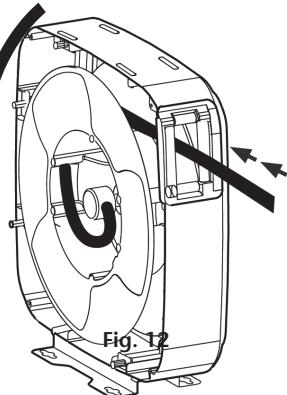

Fig.14
3. Gently pull the hose, it will be automatically rewound (fig. 14).
3. Gently pull the hose, the hose is automatically rewound (fig. 14).
3. Tire suavemente de la manguera hasta que quede liberada del trinquete y se recoja por si misma (fig. 14).
3. Tirez doucement sur le flexible pour le libérer du cliquet et accompagnez le jusqu'à ce qu'il soit complètement rembobiné (fig. 14).